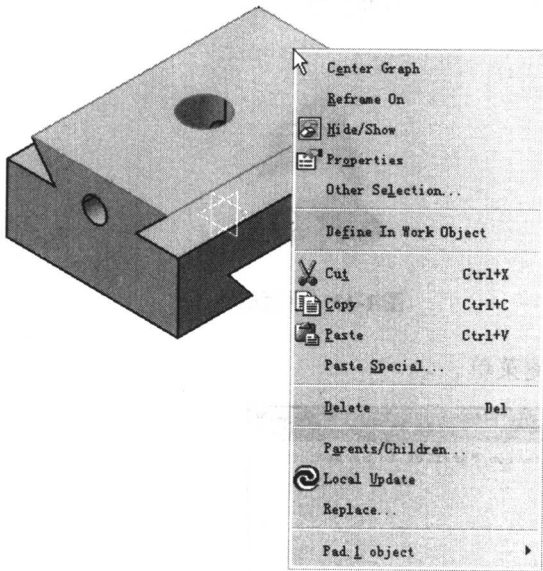

图 1-6 快捷菜单
(4) 右键 单击鼠标的右键会出现相应功能的快捷菜单（图 1-6）。